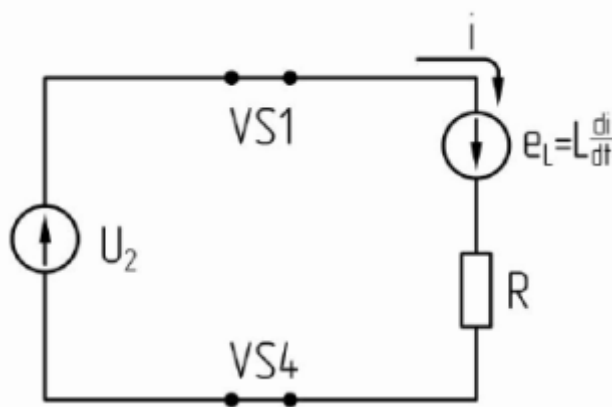

Рис. 11. Схема замещения выпрямителя при $\alpha < \theta < \pi$
2. $\alpha < \theta < \pi$. Схема замещения, соответствующая этому интервалу, приведена на рис. 11.